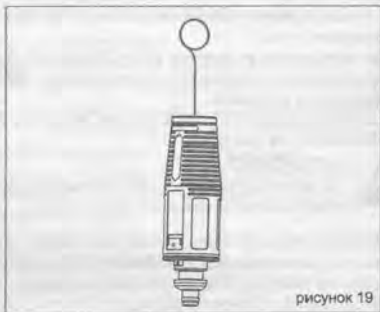

рисунок 19
**ТЕХНИЧЕСКОЕ ОБСЛУЖИВАНИЕ СОПЛА (см. рисунок 19)**